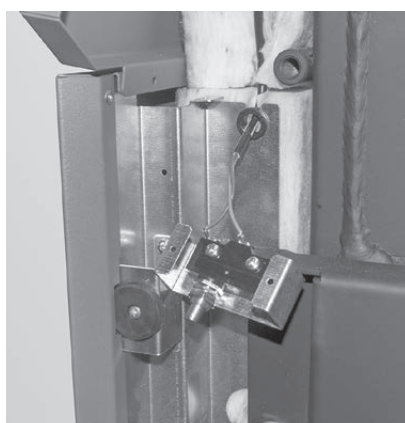

Fig. 38 Posare l'interruttore di sicurezza porta (solo su PuroWIN PWPE 60)
- ▶ **Solo su PuroWIN PWPE 60:** Posare l'interruttore di sicurezza porta premontato accanto all'angolo sinistro superiore della caldaia e premere la bussola (infilata nel cavo) nell'apertura – Fig. 38.